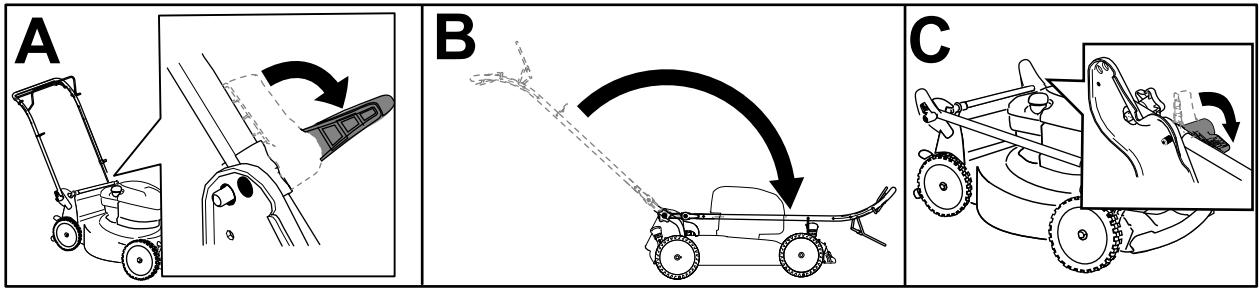

Рисунок 18
3. Отпустите фиксаторы рукоятки (вид А на Рисунок 18).
4. Сложите рукоятку до упора вперед (вид В на Рисунок 18).
5. Заблокируйте фиксаторы рукоятки (вид С на Рисунок 18).